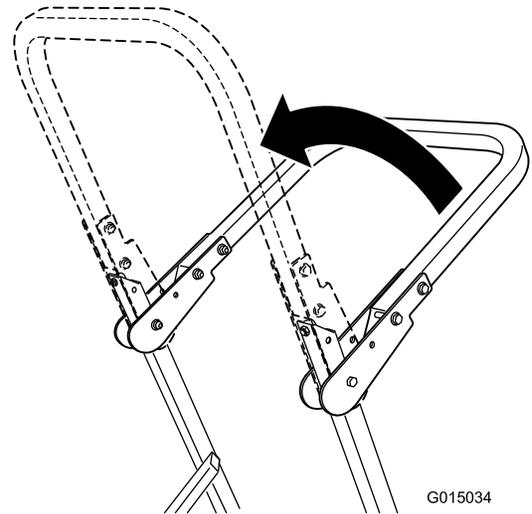

Figura 10
2. Eleve la barra anti-vuelco a la posición vertical (Figura 10).